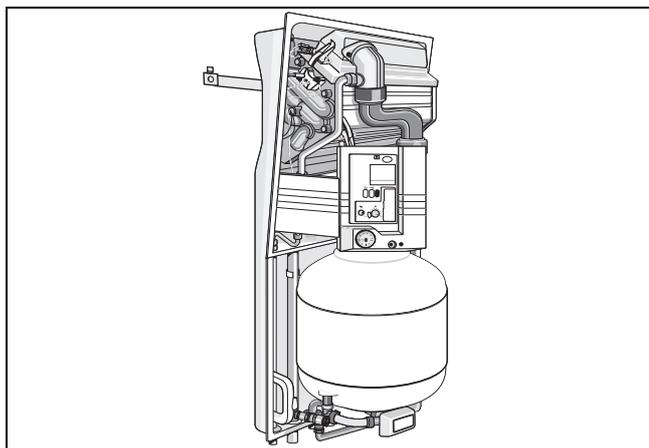

Fig. 3 *Montaggio*
- Appendere la caldaia a gas a condensazione al supporto a parete (fig. 3).